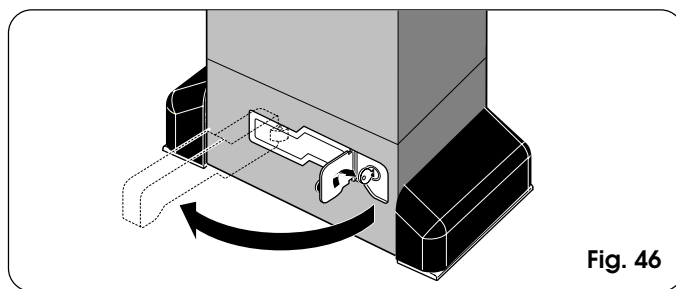

Fig. 46
- 2) Draai de sleutel met de klok mee en trek aan de ontgrendelhendel zoals aangegeven op fig. 46.